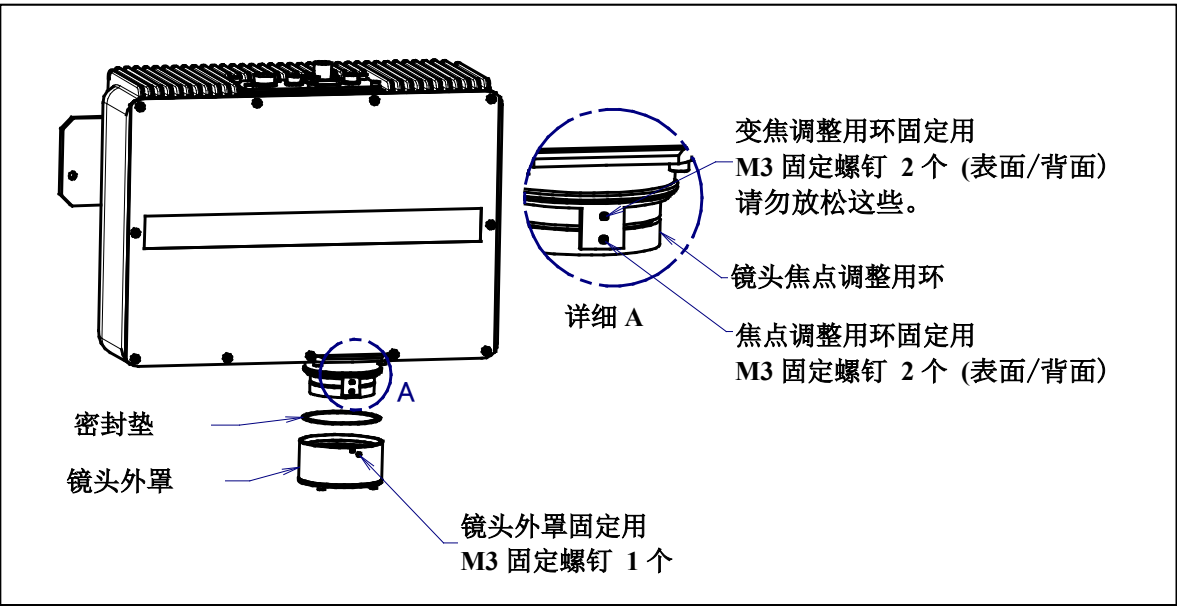

图 6.4.1 (a) 投影机的焦点调整
- 2 拧松镜头外罩固定用 M3 固定螺钉。（图 6.4.1 (a)）